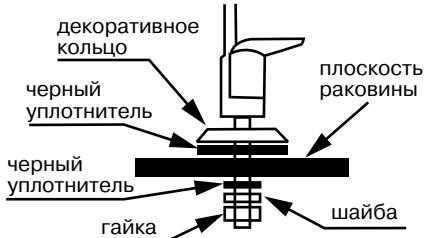

Рис. 4
Монтаж крана чистой воды* производите согласно **рис. 4**. Мы рекомендуем не затягивать гайку крана до завершения монтажа и проверки работоспособности системы, чтобы была возможность убедиться в отсутствии подтекания воды в месте соединения корпуса крана и резьбовой трубы. В комплекте с краном чистой воды для герметизации соединения с трубкой может поставляться набор уплотнений для подключения, либо кран может иметь в своем составе быстроразъемный коннектор. На **рис. 5а, б, в** приведены способы подключения трубы к крану чистой воды.
2. Откройте кран подачи воды (B).
3. Откройте кран чистой воды (A).
5. Через 2-3 минуты закройте кран чистой воды (A). Система готова к эксплуатации.
7. Убедитесь в отсутствии протечки внизу корпуса крана чистой воды, затяните гайку крана (см. **рис. 4**).